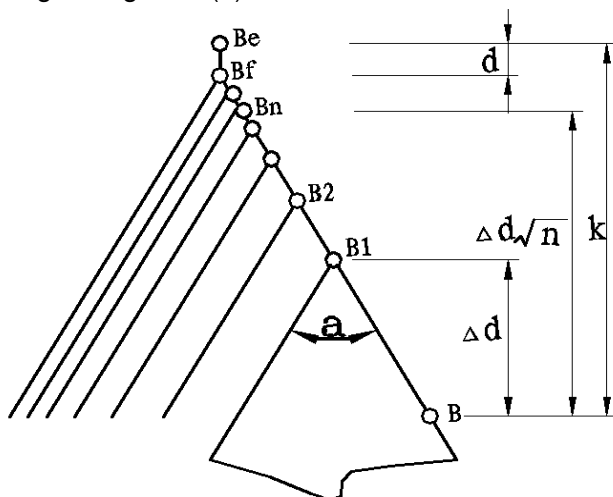

Fig. 3-58(b)
**Função do comando:** Usinagem com a profundidade especificada de rosca (profundidade de corte total) é completado por vários desbaste e acabamento, se o ângulo definido da rosca não for 0°, o caminho da entrada da rosca no desbaste é do topo para o fundo, e ângulo do fio de rosca vizinho é definido ângulo de rosca. G76 pode ser usado para usinagem de rosca reto e cone com caminho de saída de rosca, que contribui para corte de rosca com ferramenta de borda simples para reduzir o desgaste da ferramenta e melhorar a precisão na usinagem da rosca. Mas G76 não pode ser utilizado para a usinagem da rosca de face. Seu caminho de usinagem é como Fig. 3-58 (a):
**Ponto final da rosca (ponto D):** ponto final de rosca definido por X(U) Z(W). A ferramenta não irá alcançar a posição no corte caso existir caminho de saída de rosca.
/ Fig. 3-58(a)
Método de entrada como segue: Fig. 3-58(b) :